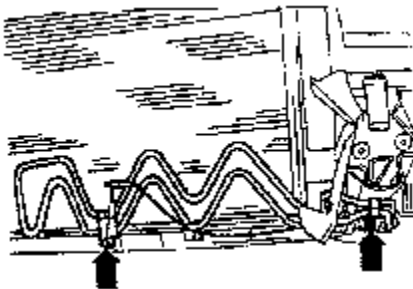

图 4-5 拧松动力转向液压油冷却管
- (4) 装有电动散热器风扇的车型，还需要从散热器热敏开关 F18/F54 上拧下接头。
- (5) 如图 4-5 箭头所示，拧松动力转向液压油冷却管，使之处于自由状态，但不可打开液压环路。